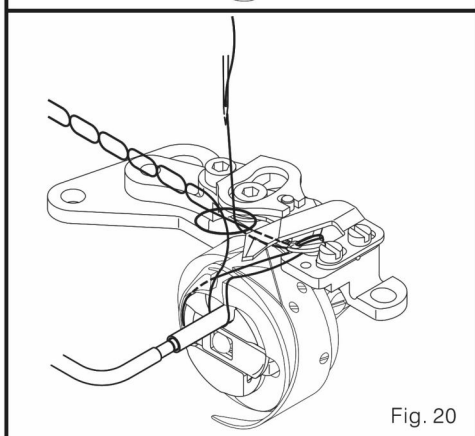

Fig. 20
3. A faca móvel enganchará a fio de agulha e do bucleador (Fig.20)